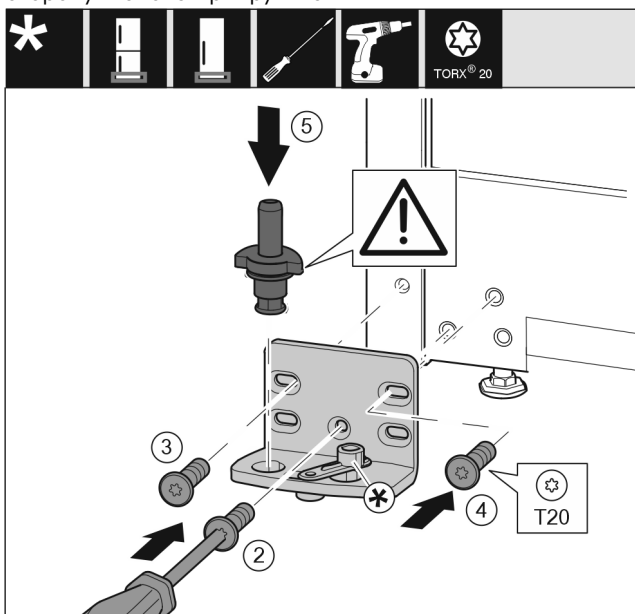

Fig. 17
- ▶ Установите опорный кронштейн с другой стороны и прикрутите с помощью отвертки. Начинайте с винта Fig. 17 (2) снизу в центре.
- ▶ Затяните винт Fig. 17 (3) и винт Fig. 17 (4).
- ▶ Снова установите опорный палец Fig. 17 (5) в сборе. При этом проследите за тем, чтобы выступ фиксатора был направлен назад.